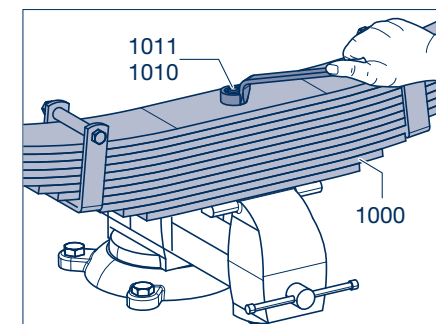

Figure 2
- [8] Insérer une vis à tête hexagonale et serrer l'écrou (figure 2/flèche) au couple de serrage prescrit de 163 Nm.